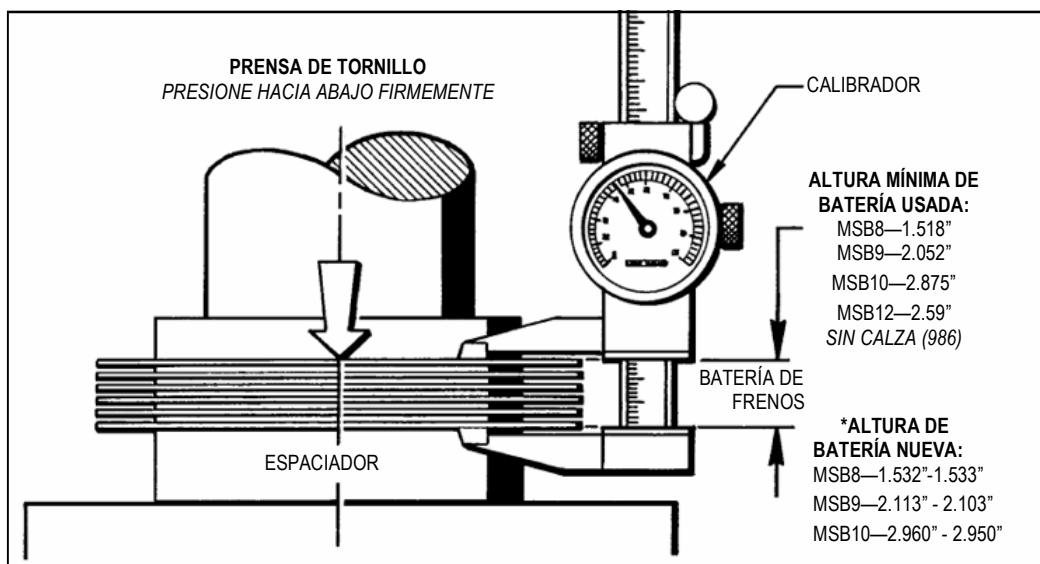
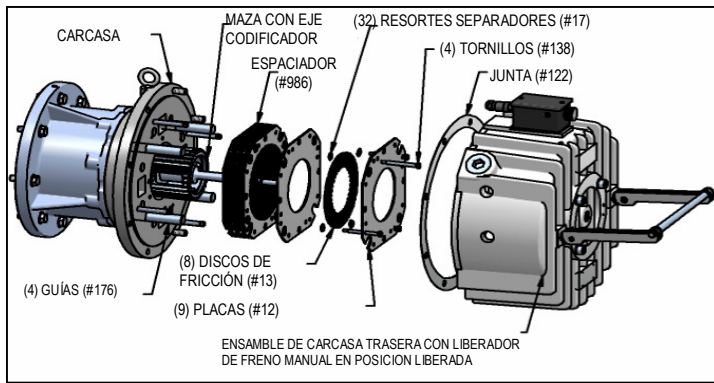

Figura 7.1 - Medición de la Batería de Frenos
Figura 7.3 - Para quitar la Batería de Frenos MSB12
La Altura de la Batería de Frenos debe medirse para determinar si debe de cambiarse. Si mide menos que la Altura Mínima indicada para una Batería Usada, debe ser reemplazada. (Vea la Figura 7.1)
evitar las cuerdas y cabezas de los tornillos y tener una medición precisa. (Vea la Sección 7-4 y la Figura 7.1)
3. Saque los (2) tornillos y coloque la Batería de Frenos (# 12) en una prensa de tornillo y mida la altura de la Batería para determinar si la Batería de Frenos (# 12) debe reemplazarse. (Véase la Sección 4.7 y la Figura 7.1)
4. Si la Batería de Frenos usada (# 12) debe sustituirse, entonces tome la Batería de Frenos nueva (# 12) y retire los (4) Anillos de Retención en los (4) Tornillos que contienen la Batería entera. Deshágase de esos Anillos de Retención ya que no serán necesarios.
5. Si es necesario, instale los (2) Pernos Guía (# 12) a 180° en la Brida de Montaje (# 8). Use **Loctite Azul # 242**.
6. Tome la Primera Placa de la Batería de Frenos (# 12) y lo colóquela sobre los (4) pernos (# 176) y los (2) Pasadores Guías (# 12).
10. Instale los (2) Tornillos (#12), utilizando **Loctite azul #242**, a través de los dos orificios restantes en las Placas (#12) a la Brida de Montaje (#8).
11. Apriete los (4) Tornillos a un torque de **14 Lb. Ft**.
13. Deslice la Carcasa Trasera (#9) a su lugar y asegúrela con 8 Tornillos (#72) y (8) Tuercas Hexagonales (#261) con un torque de 60 Lb.Ft.
2. Desatornille los (4) Tornillos (# 138) de la Carcasa (# 8), pero no los saque de la Batería de Frenos. Jale la Batería completa incluyendo los (4) Tornillos (# 138) de las (4) Guías (# 176) y de la Maza Estriada (# 2). (Ver Figura 7.3)
**NOTA** - La Batería de Frenos completa se compone de las (9) Placas (# 12), (8) Discos de Fricción (# 13), y Espaciadores (# 986) si son necesarios, (32) Resortes Separadores (# 17) y (4) Tornillos (# 138).
3. Coloque todas las Placas(# 12) y Discos de Fricción (# 13) en una prensa de tornillo y mida la Altura de la Batería de Frenos para determinar si debe sustituirse. **Vea la Sección anterior 7-4 y la Figura 7.1.**
3. Mida la nueva Batería de Freno en una prensa de tornillo, como se muestra en la Figura 7.1. **Ésta es la Dimensión "B"**.